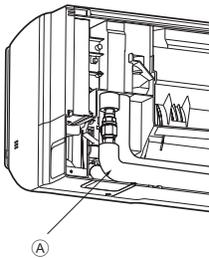

Fig. 3-6
- ##### Rohrleitungen rechts, links und hinten (Fig. 3-6)